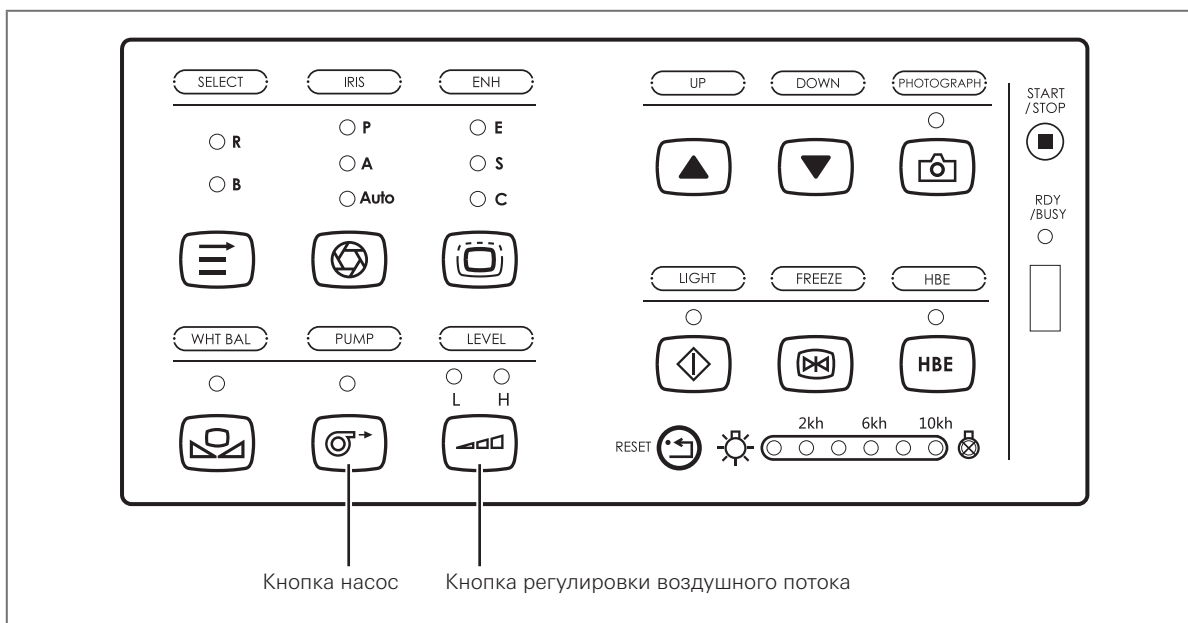

Рис. 4.2
1. Нажмите на кнопку насоса, чтобы ВКЛЮЧИТЬ насос (см. рис. 4.2).
2. Нажмите на кнопку регулировки воздушного потока, чтобы настроить уровень воздушного потока (см. рис. 4.2).